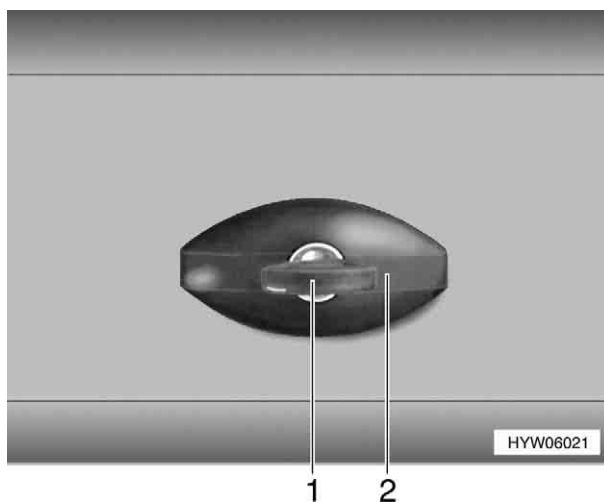

Fig. 16 Serratura dello sportello (variante 2)
- ▷ In caso di pioggia è possibile che dell'acqua penetri nella serratura aperta dello sportello. Chiudere perciò la maniglia della serratura (Fig. 16,2) come illustrato in Fig. 16.
- Inserire la chiave nel cilindro della serratura (Fig. 16,1) e girare in senso antiorario di un quarto di giro. La maniglia della serratura (Fig. 16,2) scatta all'infuori.
- Girare la maniglia della serratura in senso orario (Fig. 16,2) fino in posizione orizzontale. La serratura dello sportello è ora bloccata, ma non è chiusa.
- Inserire la chiave nel cilindro della serratura (Fig. 16,1).